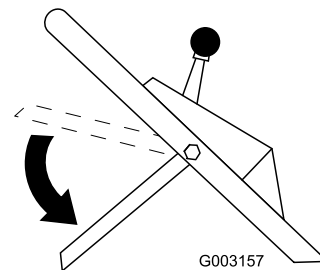

Bild 15
8. Bewegen Sie den Schaltbügel in die niedrigste Stellung (Bild 15).